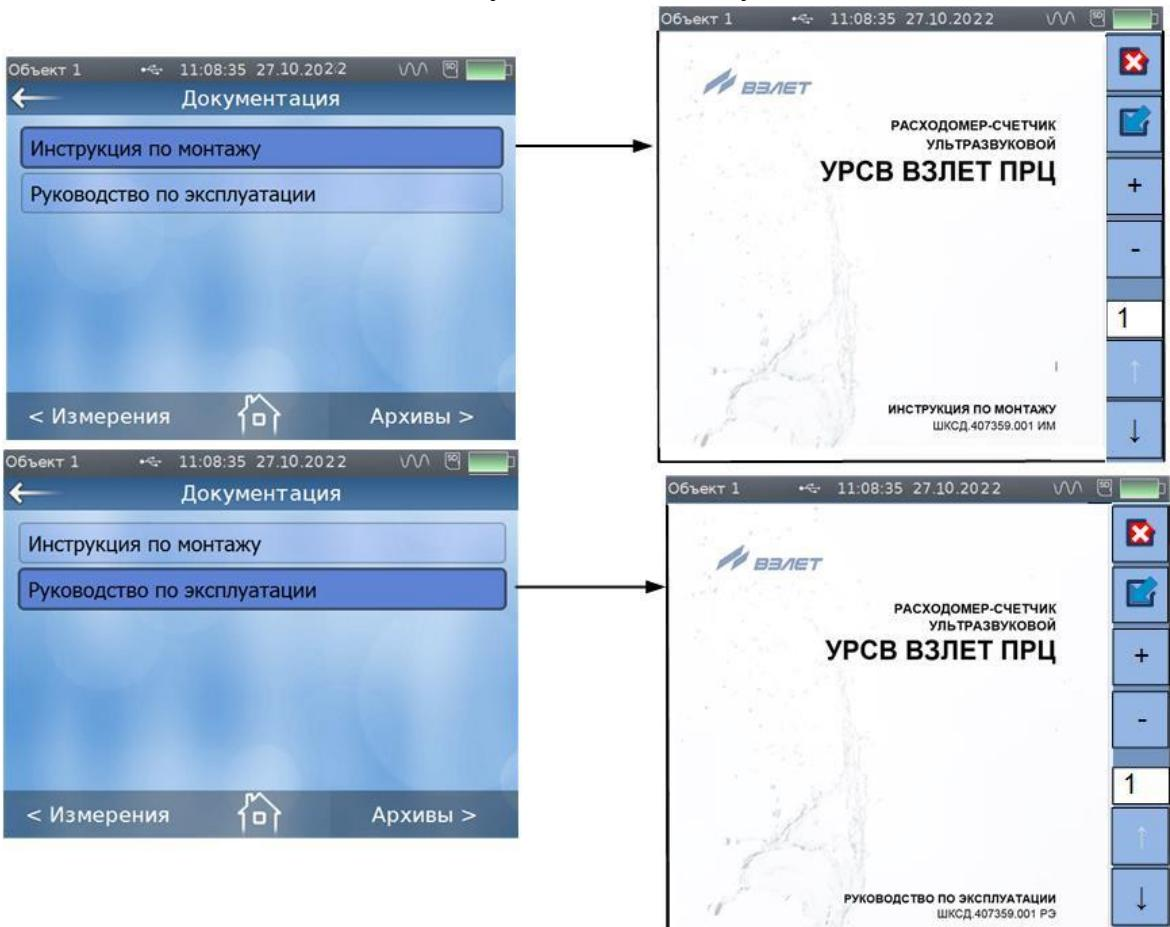

Рис.18. Окно «Документация».
4.11. В окне **Документация** (рис.18) доступны для чтения настоящее руководство по эксплуатации и инструкция по монтажу на расхо-